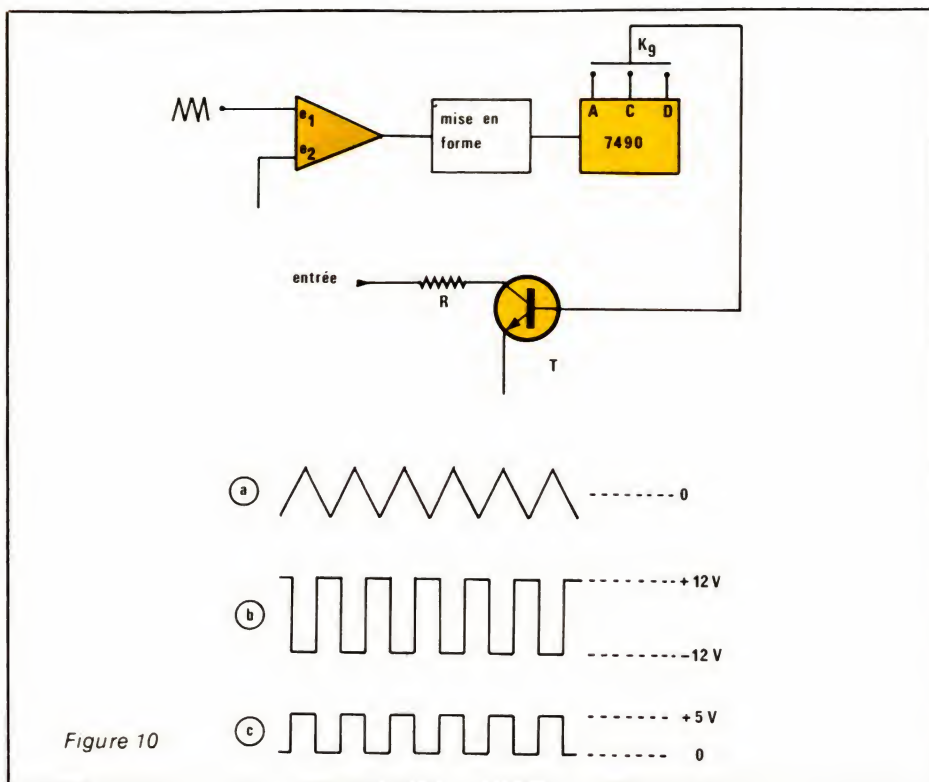

Figure 10
Il est illustré par la figure 10. Le signal principal (nous avons choisi les triangles dans la figure 10, mais le raisonnement s'applique aux deux autres formes d'ondes), attaque l'entrée e_1 d'un comparateur, dont on maintient l'autre entrée e_2 au niveau de la masse. Comme nous prélevons les tensions de l'entrée e_1 en un point de la carte 1 du générateur (revoir le synoptique du numéro 414) où ils sont centrés sur zéro, on dispose, en sortie du comparateur, de créneaux à rapport cyclique unitaire, dont les transitions montantes et descendantes coïncident avec les passages par zéro du signal principal, avec inversion de phase (l'entrée active du comparateur étant son entrée inverseuse).
Des circuits de mise en forme, ramènent ces créneaux aux normes TTL, en leur faisant subir une inversion de phase. Sur leur sortie, on dispose donc maintenant des créneaux de la ligne c de la figure 10 : ils servent à commander l'entrée de la décade SN 7490.
Depuis la sortie de la carte principale (résistance R_{45} sur la figure 10 du numéro 414), parviennent les signaux à découper. Grâce au commutateur K_{11} , on peut obtenir soit des salves séparées par des zones de silence total, soit des alternances de signaux dans des rapports d'amplitude de 1 à 10.
- raccorder la sortie « triangles » de la carte principale (prélevée sur le commutateur K₂, figure 10 et synoptique du numéro 414), sur la résistance R₃₆ de la carte 3.